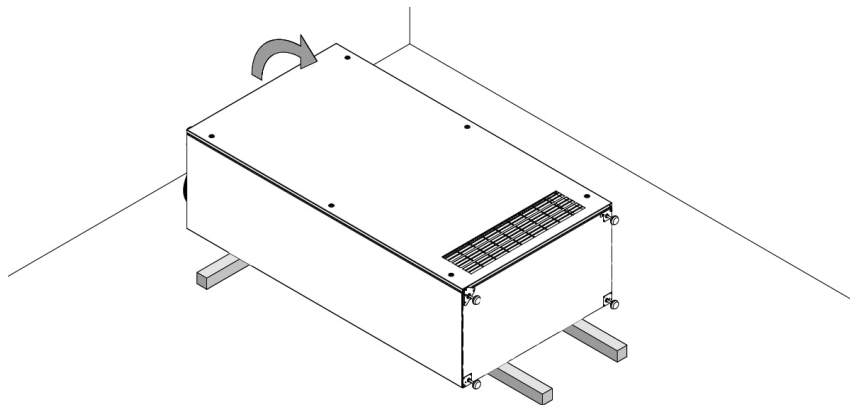

Abbildung 4: Bringen Sie Latten, Leisten oder Holzklötze an, bevor Sie das Gerät anheben
1. Bevor Sie das Gerät senkrecht stellen, bringen Sie Latten, Leisten oder Holzklötze an, wie in Abbildung 4 dargestellt. Andernfalls könnten die höhenverstellbaren Füße beim Anheben des Geräts brechen oder verbiegen. Stellen Sie die Füße möglichst kurz ein.